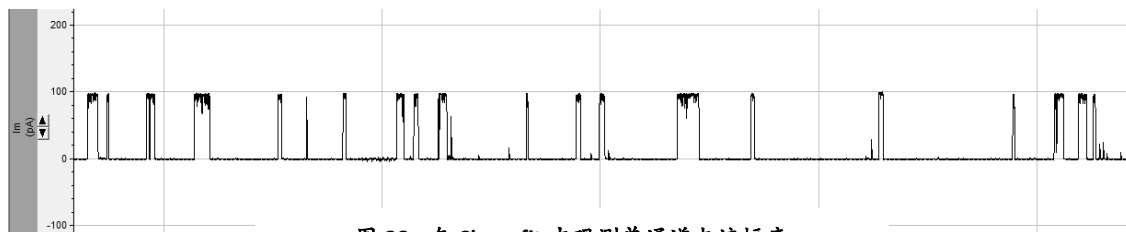

图 28. 在 Clampfit 中观测单通道电流幅度
(1) 简单而粗略的方法是找到基线电流  $0 pA$  点, 观测单通道电流幅度峰值, 将其除以膜片两侧的电压差与反转电位的差值, 就得到单通道电导  $G$ 。如图 28, 膜两侧电压差 (钳制电位) 为  $30 mV$ , 反转电位为  $0 mV$ , 测得电流幅度为  $100 pA$ , 则单通道电导  $G = 100 pA / 30 mV = 3.33 nS$ 。该方法相对粗糙, 但可快速观察电导的大致变化。